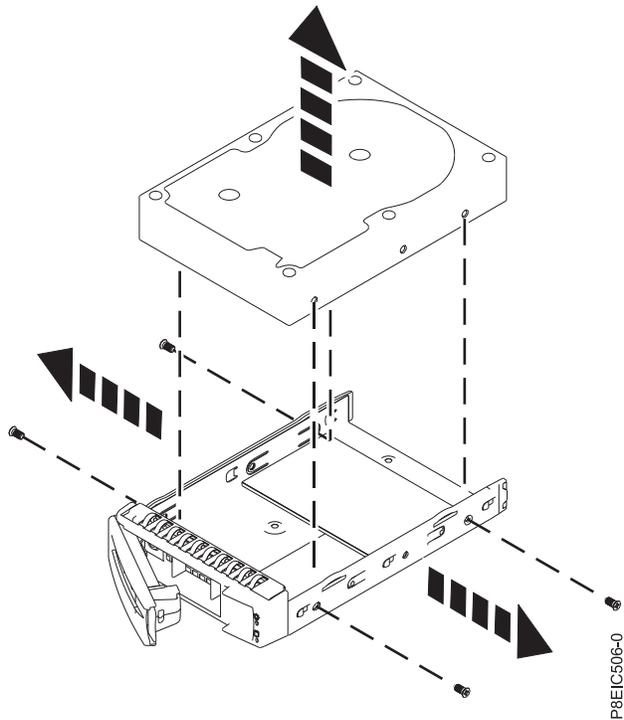

Abbildung 2. 3,5-Zoll-Laufwerk aus der Halterung ausbauen
- Bei einem 3,5-Zoll-Laufwerk: Lösen Sie das Laufwerk von den Seiten der Halterung, indem Sie die vier Schrauben (jeweils zwei auf jeder Seite) entfernen (siehe Abb. 2 auf Seite 5).